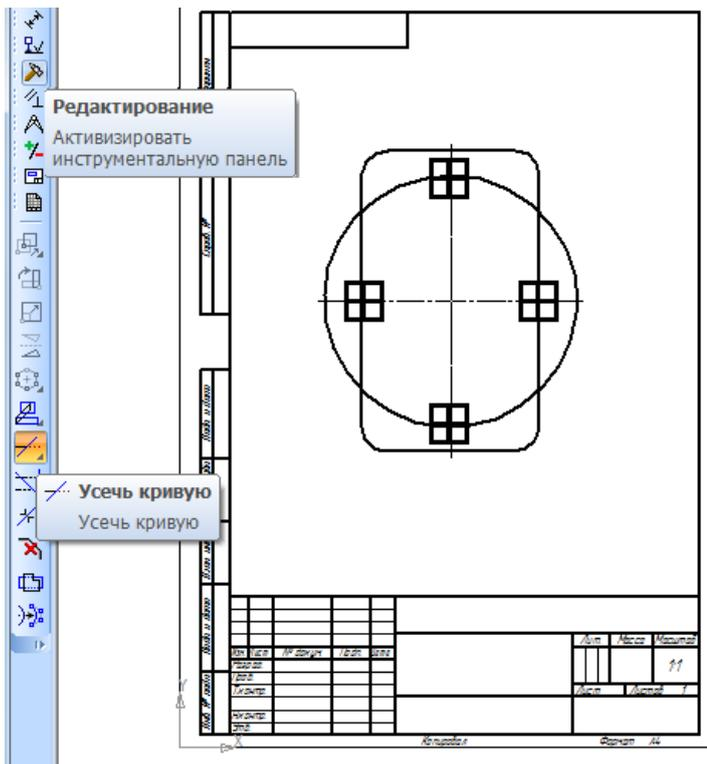

Рисунок 15.
8. Выберите на компактной панели **Редактирование** команду **Усечь кривую**. Щелкните на лишних участках линий левой кнопкой мыши (рисунок 15). Лишние линии будут удалены.